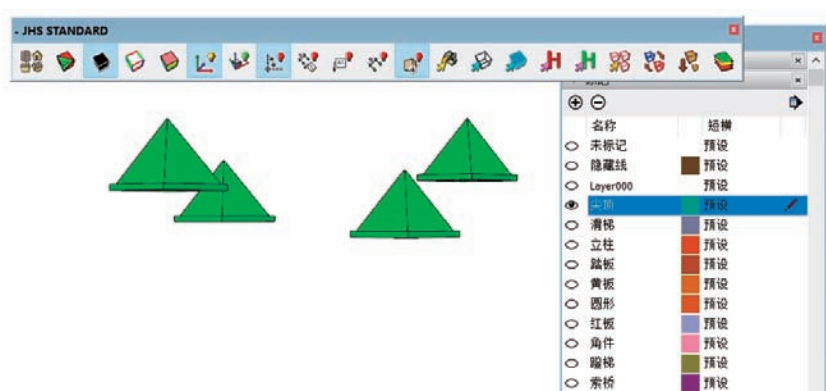

图 2.2.16 显 / 隐图层操作三
- 单击模型空间的空白处，部分图层隐藏，如图 2.2.16 所示。